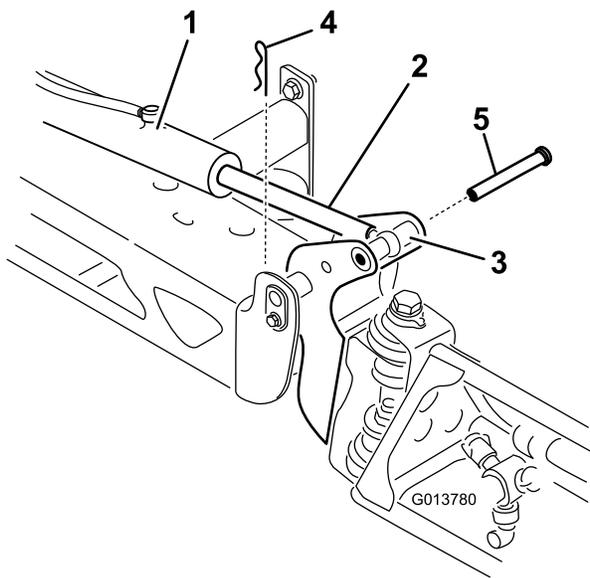

图63
2. 从枢轴销 图63上拆下开口销。
9. 支撑住喷洒臂将柱销插入喷洒臂枢轴和提升器杆 图63。
3. 向上提起喷洒臂拆下柱销 图63然后将喷洒臂慢慢放到地面上。